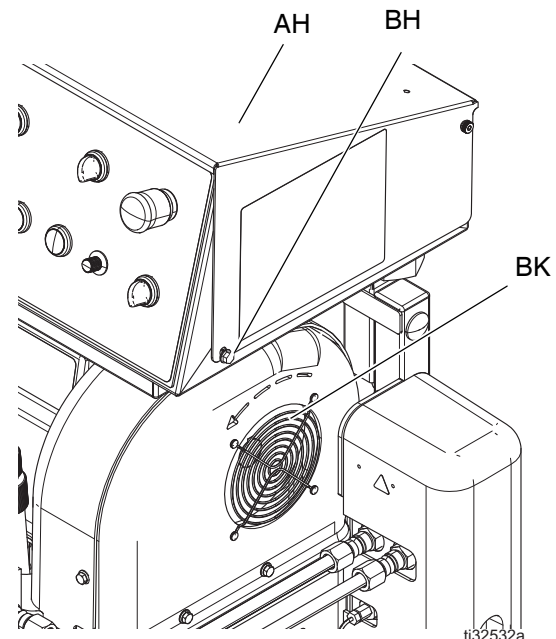
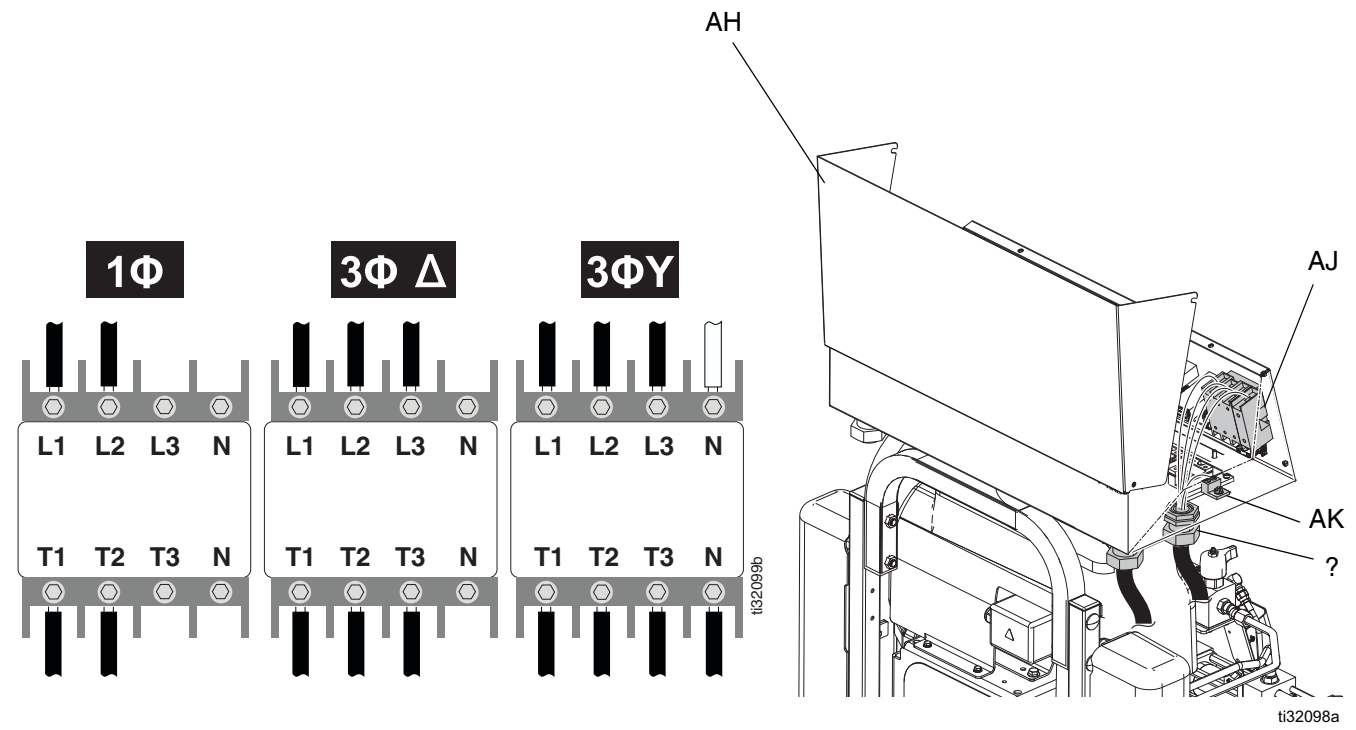

图 7：电动机旋转
图 8: 连接传入电源线
2. 关闭主电源隔离开关 (CE)。
3. 通过松动螺栓 (BH) 并将门向上提起，打开电气外壳门 (AH)。请参见图 8。
4. 在电气外壳 (C) 中使电源线通过电源进线夹 (AL)。夹紧电线夹 (AL)。请参见图 8。
5. 将传入电源线连接到主断路接线端 (AJ) 和主接地端子 (AK)，如图 8 中所示。用 55 磅英寸 (6.2 N•m) 的扭力。轻轻拉一下所有接线，以验证是否正确固定。
- a. **230 伏，单相：**使用 5/32 或 4 毫米内六角扳手，将两根电源线连接到 L1 和 L2。将绿色线连接到接地端子 (AK)。
- b. **230 伏，3 相：**使用 5/32 或 4 毫米内六角扳手，将三根电源线连接到 L1、L2 和 L3。将绿色线连接到接地端子 (AK)。
- c. **400 伏，3 相：**使用 5/32 或 4 毫米内六角扳手，将三根电源线连接到 L1、L2 和 L3。将中线连接到 N。将绿色线连接到接地端子 (AK)。
6. 验证电动机风扇 (BK) 旋转是否正确。请参见图 7。
7. 验证所有项目均已按图 8 所示正确连接。关闭电气外壳门 (AH)，然后拧紧螺栓 (BH)。